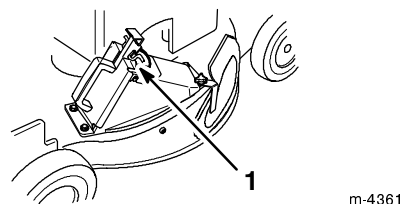

Figure 54
6. Relâchez le verrou du volet pour qu'il vienne s'accrocher sur les languettes de l'obturbateur (Fig. 54).